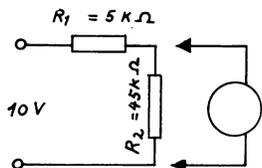

Fig. 46
a) Wie groß ist die Spannung an R_2 in der Anordnung nach Fig. 46 bei abgeschaltetem Voltmeter? b) Das Voltmeter zeigt auf dem 10-V -Bereich $4,74\ \text{V}$. Wie groß ist in diesem Fall der Strom durch R_1 ? c) Wieviel Ω/V Empfindlichkeit hat das Voltmeter? d) Wieviel zeigt das Voltmeter an, wenn es auf dem 50-V -Bereich steht?